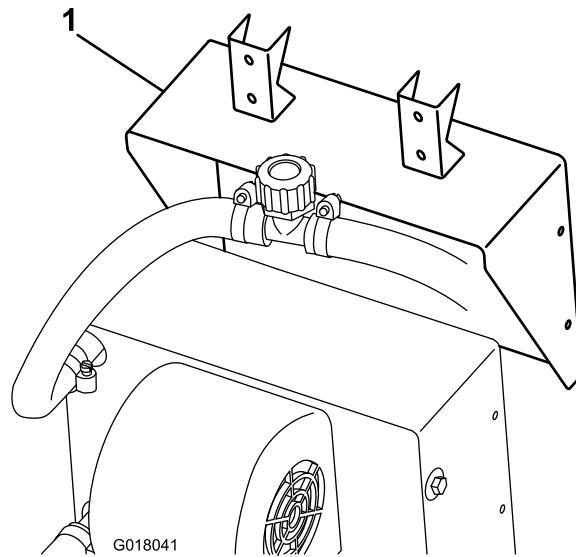

Figura 21
- Fixe o suporte do aquecedor ao aquecedor utilizando os parafusos fornecidos com o aquecedor (Figura 21).